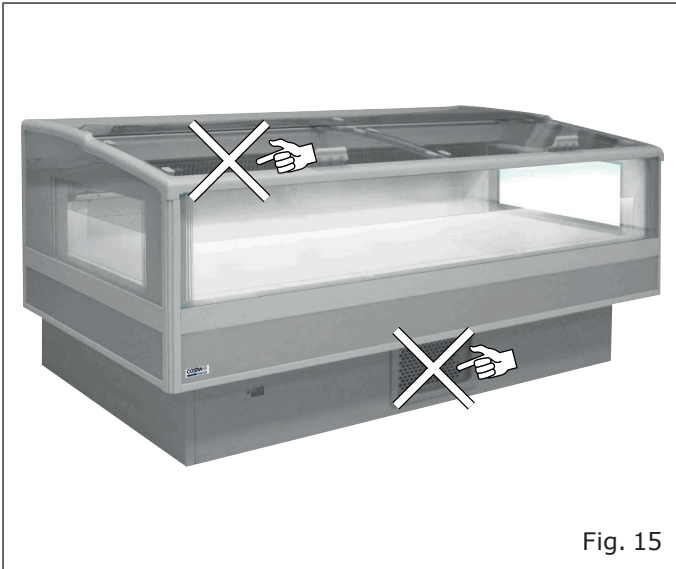

Fig. 15
- A mercadoria não obstrua o correto fluxo do ar refrigerado ("Fig. 15").